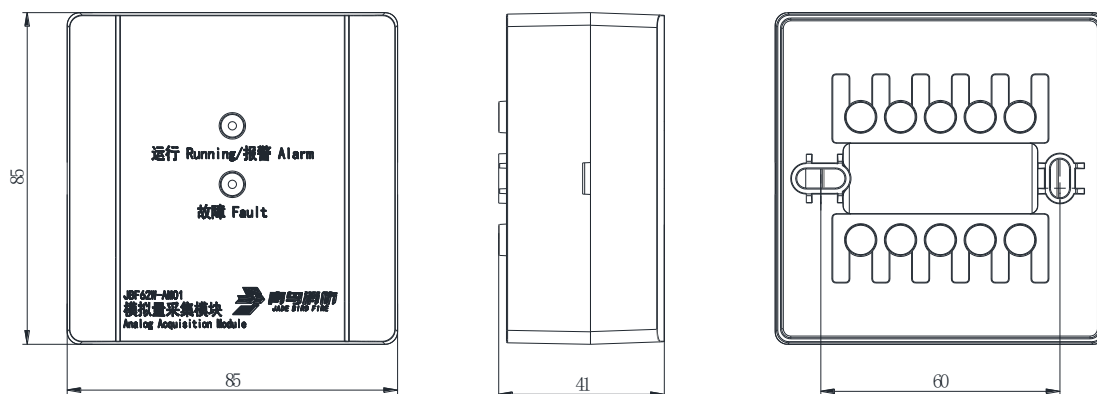

图 1 外形及安装尺寸图
- 布线施工后，通过预埋盒或使用膨胀螺栓将底座固定在墙上（使用 M4 螺钉），安装孔距为 60mm，外形及安装尺寸如图 1 所示。单位：mm。